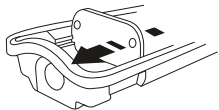

Рис. 2. Фиксация патронов
- Зафиксируйте патроны для ламп T8 согласно схеме (рис. 2);